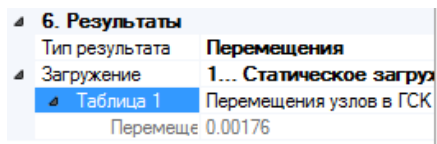

Рис. 14. Свойства узла: результаты
2.3.3. Результаты (результаты по узлам). Изменять параметры вкладок можно только в режиме **Исходные данные**. Если расчет произведен, то панель активного режима **Свойства узла** включает в себя вкладку **Результаты** (рис. 14).